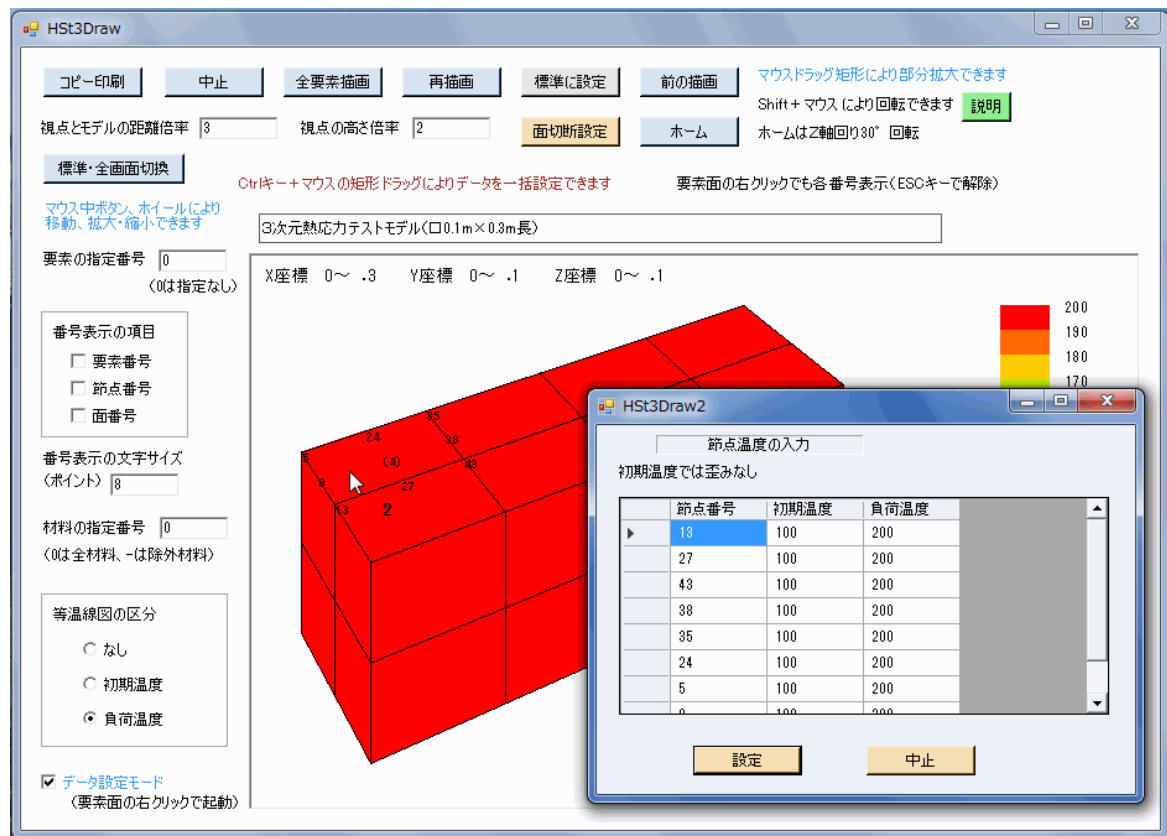

図4-20 構造作画のデータ設定モードにおける温度入力画面
16) 「データ設定モード」を選択して、任意の要素面を右クリックすると図4-20のように温度入力画面が出て、データ入力・変更を実施できます。同画面で画面で「設定」ボタンをクリックすると、データ変更が実施されます。